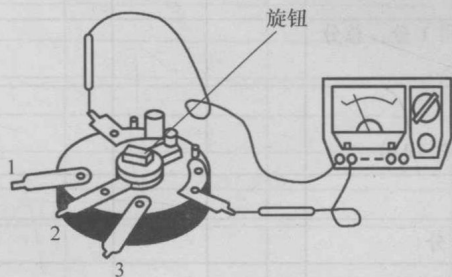

图 1-1-9 用万用表测电位器开关
- 1) 首先利用万用表 $R \times 1$ 挡测量电位器开关,看开关是否正常,如图 1-1-9 所示。